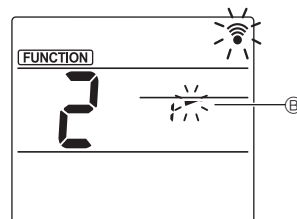

Fig. 3
- ③ Réglage de l'angle d'ailette (Fig. 3)